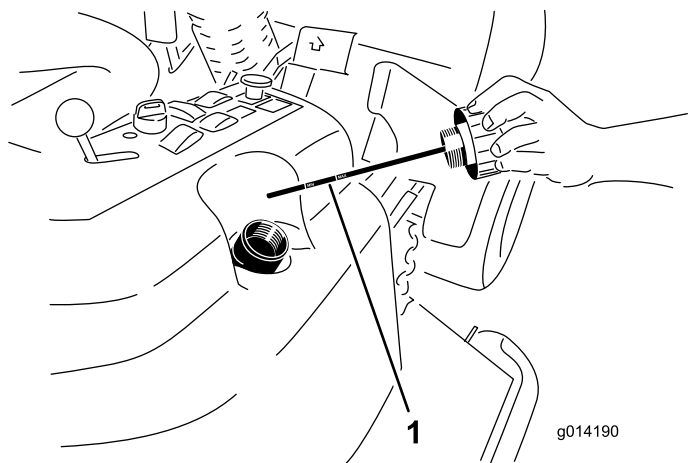

Figura 48
4. Retire o tampão de enchimento hidráulico (Figura 48) do tubo de enchimento.
5. Retire a vareta e limpe-a com um pano limpo (Figura 48).
6. Coloque a vareta no tubo de enchimento até ao fim, retire-a e verifique o nível de fluido (Figura 48).